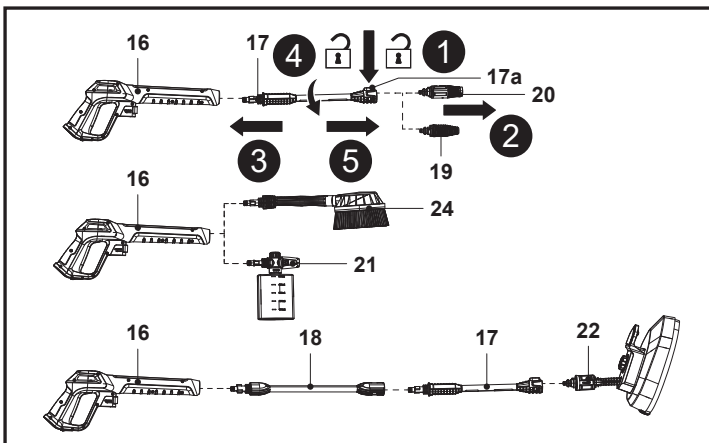

Fig. 6
**NOTA:** Cuando dos componentes están conectados de forma correcta, no es posible desconectarlos simplemente tirando de ellos. Todos los accesorios de la pistola pulverizadora deben insertarse en la pistola pulverizadora (16) para un uso adecuado.
6. Para desconectar la boquilla, pulse el botón de bloqueo (17a) mientras la sujeta en su sitio; a continuación, tire de la boquilla hacia fuera (Fig. 6, pasos 1 y 2). Vuelva a instalar la boquilla que necesite.
7. Para desconectar la lanza de prolongación (17), presiónela y gírela hacia la izquierda para retirarla (Fig. 6, pasos 3, 4 y 5).
8. Para desconectar la boquilla de la botella de detergente (21), el cepillo giratorio (24) o la barra de extensión (18) de la pistola pulverizadora (16), presiónelos y gírelos hacia la izquierda para retirarlos. Vuelva a instalar el accesorio de pistola pulverizadora que necesite.